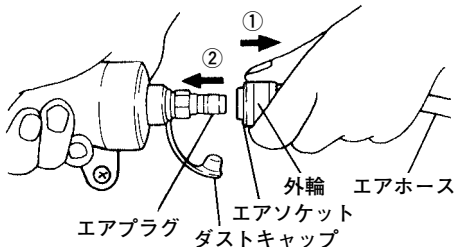

図 7
本機にエアホースを接続する場合はエアプラグからダストキャップをはずし、図7のように、①エアソケットの外輪を引き、②エアソケットをエアプラグにしっかりとさし込んでエアホースを接続します。